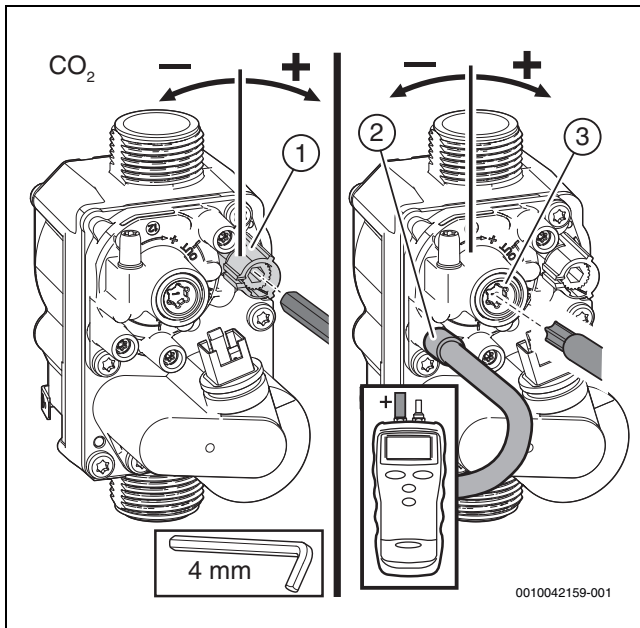

Bild 44 Einstellen der Gasarmatur
- ▶ Plombe an der Einstellschraube der Gasarmatur entfernen (nur Gasarmatur unten in Bild 44) und CO₂- oder O₂-Gehalt für minimale Nennwärmeleistung einstellen.